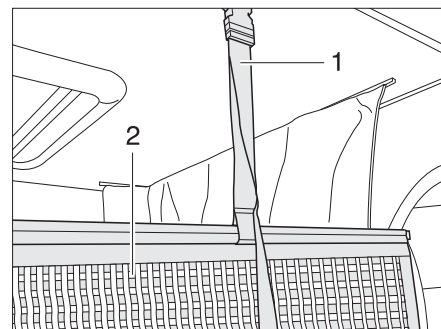

Fig. 167 Supporto rete protettiva
La rete protettiva (Fig. 167,2) con le cinghie di arresto è sistemata sotto il materasso. Fissare la rete protettiva soltanto dopo che le persone si sono stese nel letto basculante.
- Fare innestare le cinghie di arresto (Fig. 167,1) nei supporti sul soffitto.